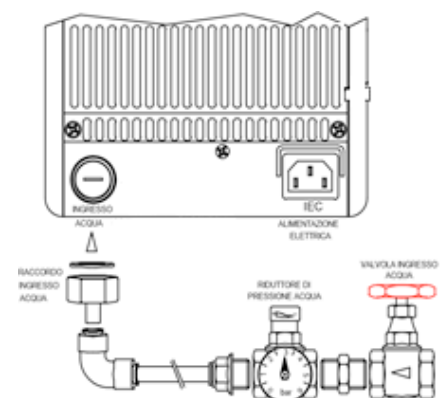

Fig. 1-12
18.3 - Predisporre il collegamento sul punto di presa idrica base allo schema indicato nel disegno, vedi Fig. 1-12.
18.5 - Il raccordo di allacciamento idrico dell'apparecchio è situato alla base del lato posteriore, nell'apposito vano allacciamenti, vedi Fig. 1-12.